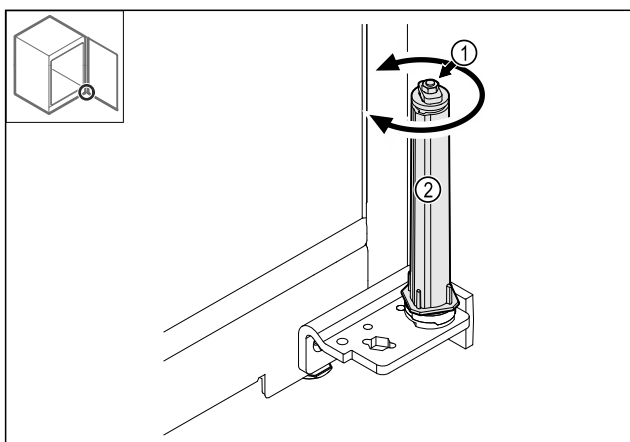

Fig. 32
- Non scomporre il collegamento a vite Fig. 32 (1) del sistema di chiusura.
- Ruotare il sistema di chiusura Fig. 32 (2) finché non scatta.